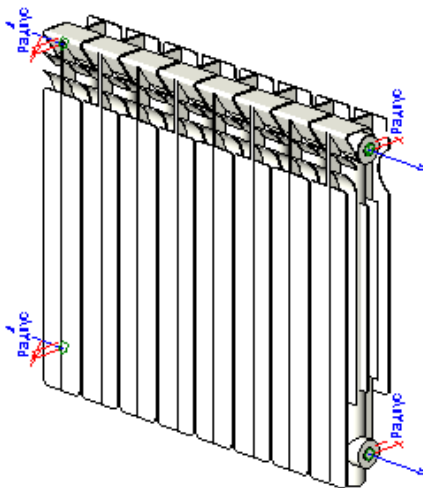

Рисунок 5.16. Внешний вид модели радиатора
1. Во вкладке «Системы» выбрать раздел «Оборудование» -> «Загрузить семейство» и открыть заранее загруженное на ПК семейство радиаторов или выбрать его из стандартных семейств. В данном примере используются алюминиевые радиаторы (рисунок 5.16).